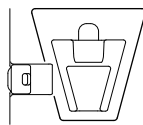
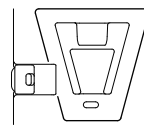

図 3
図 4
- ・カメラモジュールの V エッジが下がっていると、結合できません。（図 3）カメラモジュールのレコーディングモジュールリリースレバーを、押し下げてください。V エッジが上がります。（図 4）